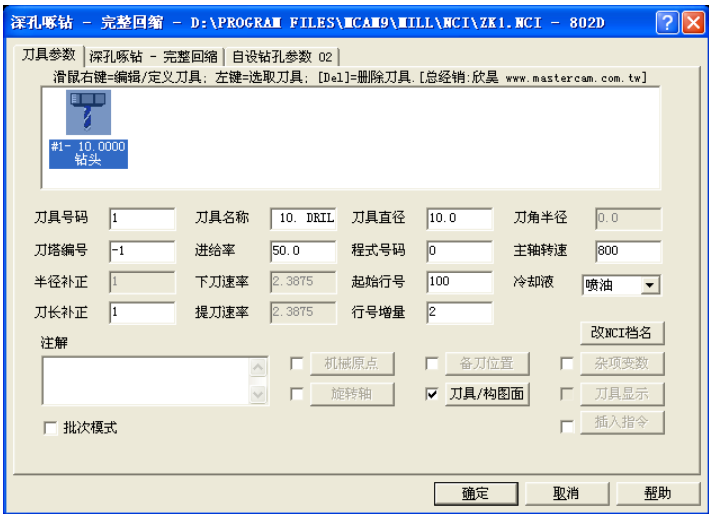

图 1-39 钻孔刀具参数
3) 在“刀具参数”选项卡对话框中新建直径为 10mm 的钻头，输入进给率：50.0、主轴转速：800，冷却液：喷油，工件设定与例 1-1 相同，如图 1-39 所示。